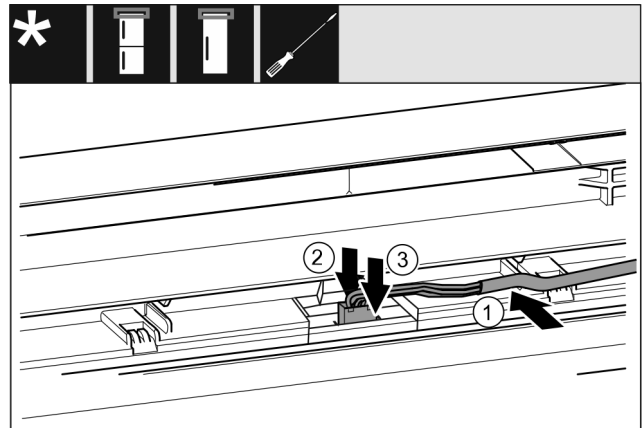

Fig. 42
- ▶ Graues Kabel in die Führung in der oberen Tür einlegen. *Fig. 42 (1)*
- ▶ Rastnase nach hinten drücken *Fig. 42 (2)*
- ▶ Stecker einrasten. *Fig. 42 (3)*